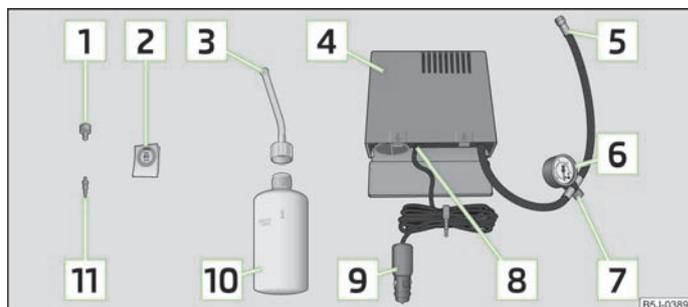

Fig. 134 Composants du kit de dépannage
Le visseur/dévisseur d'embout de valve 1 » fig. 134 possède une fente à son extrémité inférieure adaptée à l'embout de valve. C'est la seule possibilité de dévisser et revisser l'embout de la valve du pneu. Ceci s'applique également à l'embout de valve de rechange 11.
- Collez l'autocollant **[2]** » fig. 134 sur le tableau de bord dans le champ de vision du conducteur.
- Secouez énergiquement le flacon de produit de colmatage des pneus **[10]** » fig. 134 pendant quelques secondes.
- Vissez fermement le flexible de gonflage des pneus **[5]** » fig. 134 du gonfleur sur la valve du pneu.